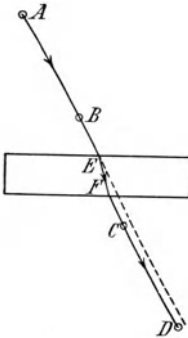

Fig. 122.
**Anleitung.** a) Hefte den Bogen auf das Reißbrett, stelle die Glasplatte mit einer mattgeschliffenen Seite auf das Papier und ziehe mit einem spitzen Blei je einen Strich längs der vordern und der hintern Grundkante (Fig. 122). Stecke zwei Nadeln  $A$  und  $B$  in möglichst großem Abstand voneinander hinter der Platte lotrecht so ein, daß die Gerade, die ihre Spitzen verbindet, die hintere Fläche schräg (unter  $45^\circ$ ) trifft. Sieh durch das Glas und stecke zwei weitere Nadeln  $C$  und  $D$ , die eine nahe an der Vorderfläche, die andere weit davon entfernt, so ein, daß sie scheinbar mit  $A$  und  $B$  in einer Ebene liegen. Umringle die Nadelstiche und entferne Platte und Nadeln.